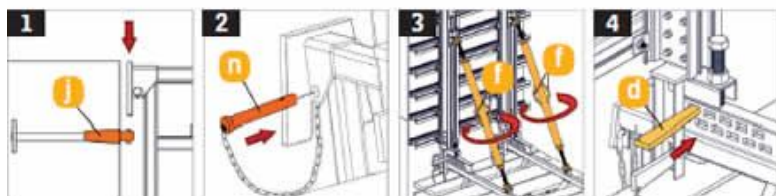

Figura 10 – Posicionamento
- Posicionar a mísula no cone de apoio, colocar o pino de segurança e girar as alças do aprumador até que a fôrma fique no prumo. Finalizar apertando apertando a cunha horizontal (figura 10).